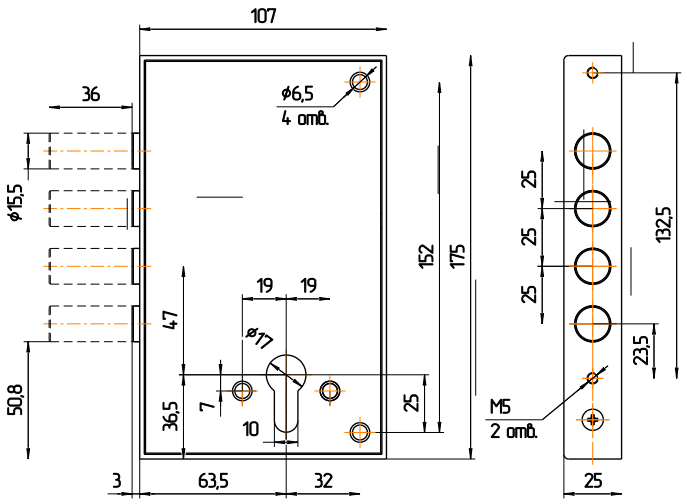

Рис.2
4.1. Произвести разметку на двери согласно рис.2. Выполнить на торце полотна двери отверстия под пальцы засова и для крепежа замка. Выполнить на полотне двери отверстия для МЦ и крепежа накладок, а в дверной коробке отверстия под пальцы засова.